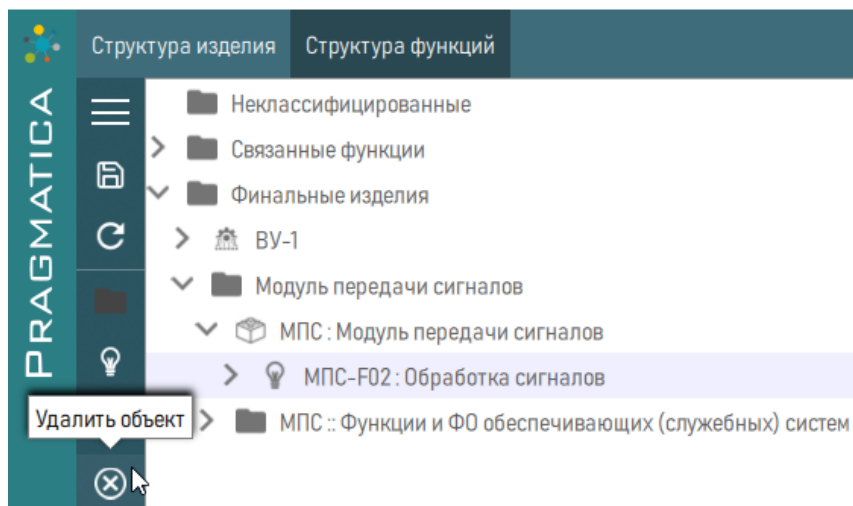

Рисунок 180 – Удаление функции
- 3) Нажать кнопку  «Удалить объект», расположенную слева на панели (рисунок 180).